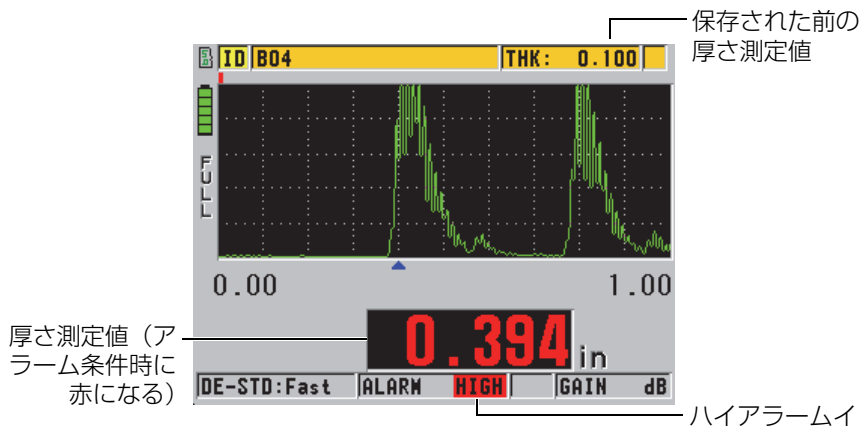

図 7-4 ハイアラームインジケータの例（波形表示オプションが有効な場合）
- ハイまたはローアラームインジケータが、測定画面の右下に赤い背景で点滅します（136 ページの図 7-4 を参照）。